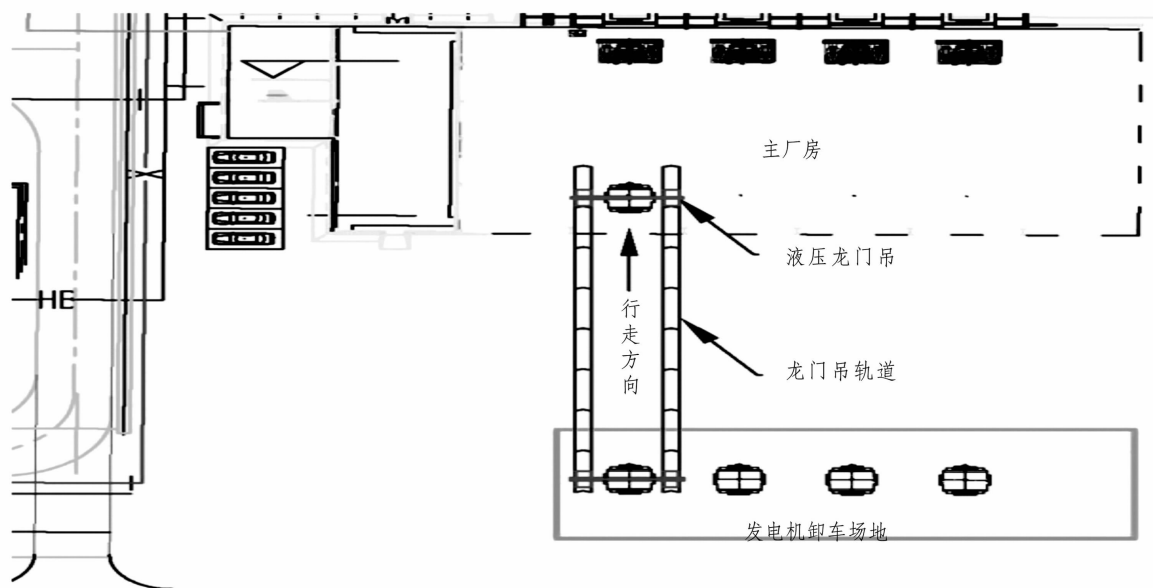

图4 发电机就位
(4)利用汽车吊将龙门吊轨道转向,在轨道上重新拼装龙门吊。轨道中心与发电机安装轴线对齐(图4)。